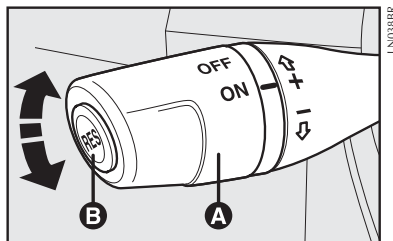

fig. 61
MANDOS fig. 61
El regulador de velocidad se activa o desactiva mediante la palanca **A-fig. 61**.
1) pisando el acelerador y luego memorizando la nueva velocidad alcanzada colocando la palanca **A-fig. 61** en la posición (+) por más de tres segundos;
1) desactivando el dispositivo (por ejemplo, pisando el pedal del freno) y luego, memorizando la nueva velocidad colocando la palanca **A-fig. 61** en la posición (+) durante tres segundos como mínimo);
2) manteniendo posicionada la palanca (A) a la posición (-) hasta alcanzar la nueva velocidad que quedará memorizada automáticamente.